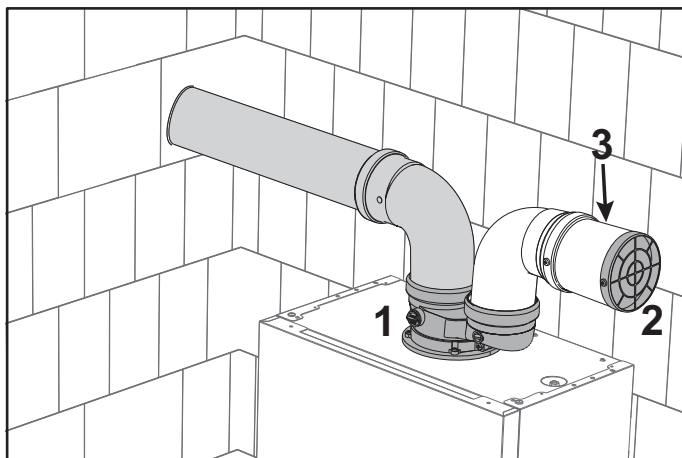

fig. 38- Grilaj de protecție
Instalați accesoriul de pornire (det. 1 fig. 38 - cod **041082X0**). În conducta de aspirație trebuie să se monteze un grilaj de protecție (det. 2 - fig. 38 - cod **1KWMA85A**). Dacă este necesar, introduceți un tronson (3) între grilaj și accesoriu.